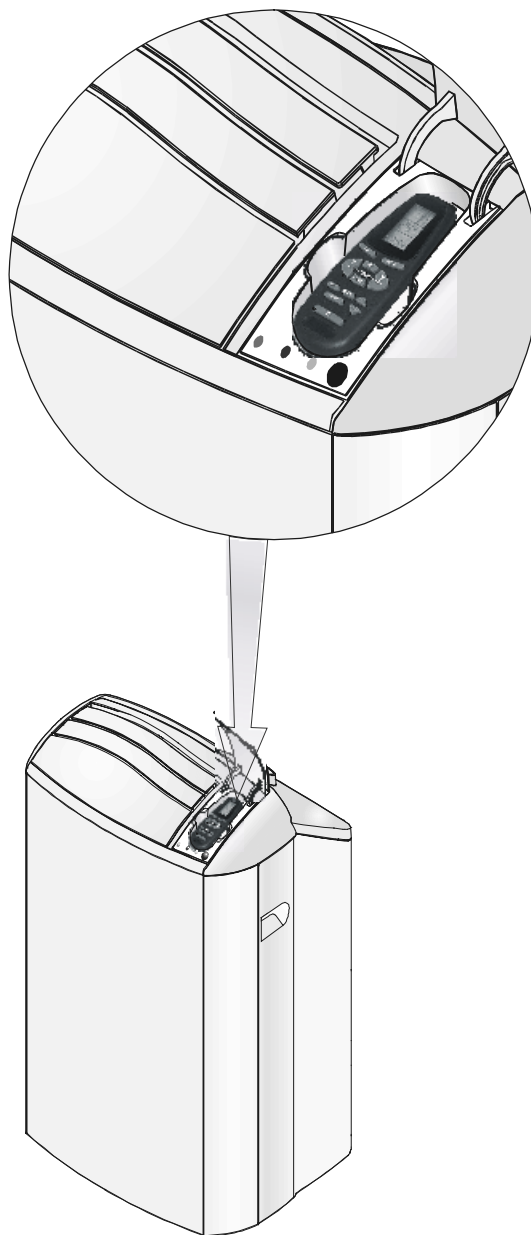

Figure 14. Remote control application
- Retirez les piles de la télécommande comme indiqué sur la figure 14. Utilisez deux piles de 1,5 volts, taille AAA.
Utilisez le compartiment de la télécommande lorsque l'unité n'est pas en marche. La télécommande peut être introduite ou retirée du compartiment. (Voir fig. 14).